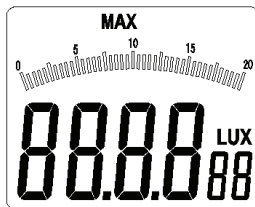

Figura 5-1-3
- Mantenga pulsada la tecla “MAX/MIN” durante un breve periodo de tiempo. En la parte superior de la pantalla aparecerá el mensaje “MAX” (tal como se muestra en la figura 5-1-3).